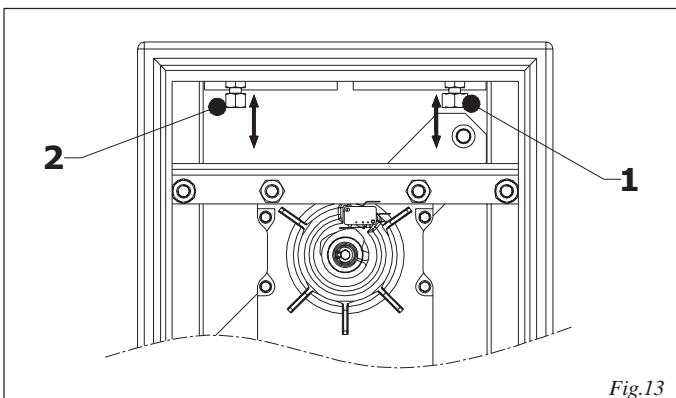

Fig.13
- régler les butées d'arrêt mécanique, fig.13 réf.1 et 2.